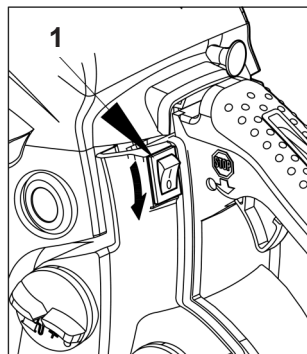

Рис. 13
2. Переведите выключатель двигателя в положение «О — выключить» (рис. 13 поз. 1).